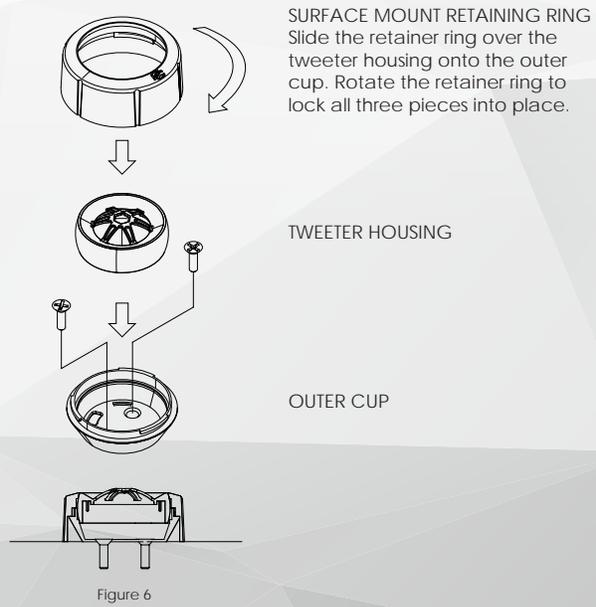

Figure 6
**Surface Mount:** Screws are provided for use when cutting a hole in the door panel or other mounting surface is not an option. Make sure that the surface mount location is free of passenger movement that might damage the tweeter. (figure 6)
Options pour le montage en surface : Des vis sont fournis si on fait un trou dans le panneau de la porte ou dans une autre surface de montage, ce qui n'est pas une option. Assurez-vous que l'emplacement du montage en surface n'est pas affecté par le mouvement des passagers susceptibles d'endommager le haut-parleur d'aigus. (Figure 6)